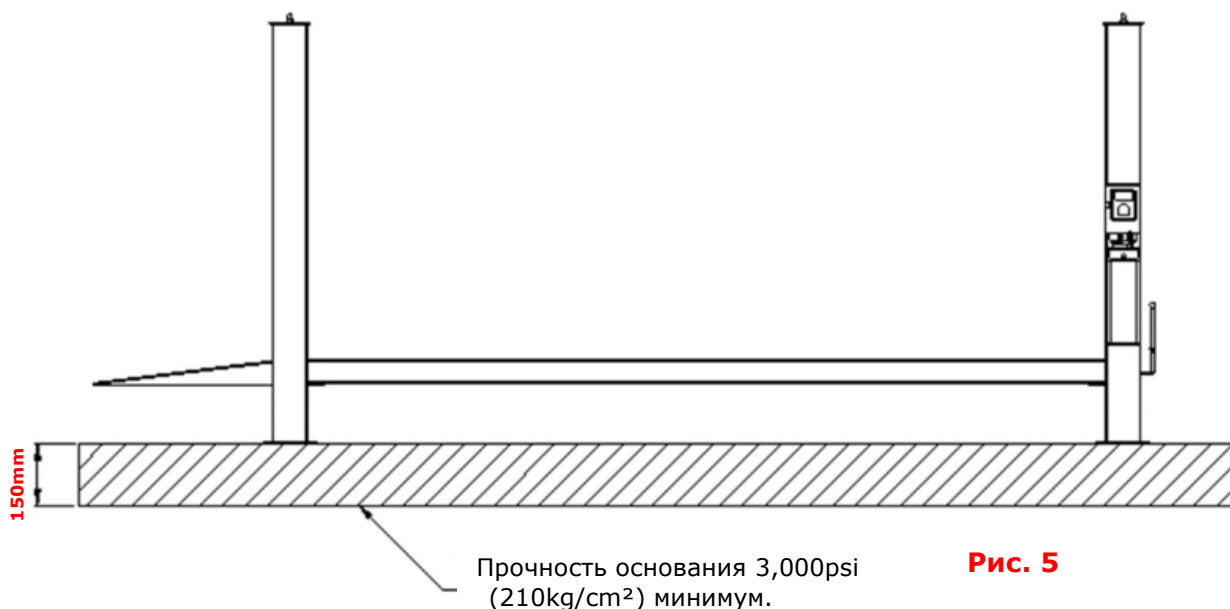

Рис. 5
D. ОСОБЕННОСТИ ФУНДАМЕНТА (См. Рис. 5)